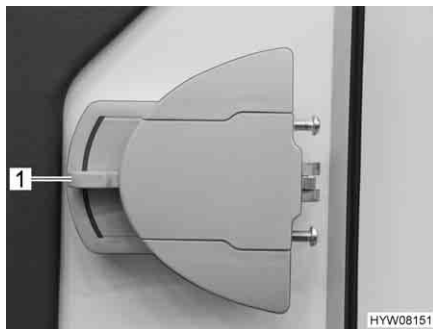

Fig. 31 Serratura della porta, lato interno
- Apertura:** ■ Premere la maniglia della porta (Fig. 31,1) verso il basso.
- Bloccaggio:** ■ Ruotare la maniglia della porta (Fig. 31,1) per circa 45° verso l'alto e lasciarla in questa posizione.